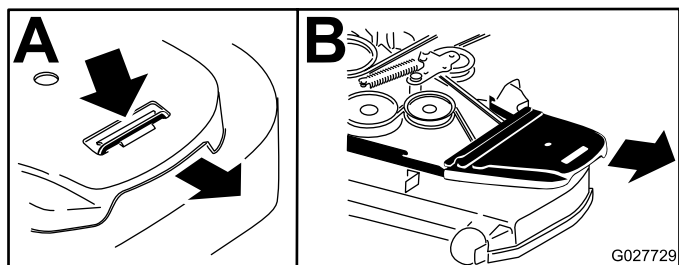

Figura 80
4. Retire las cubiertas de la correa (Figura 80).